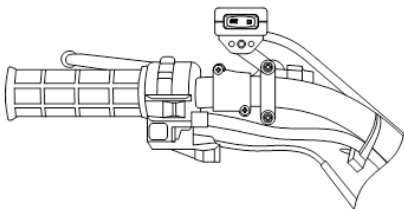

Рис.5: рулевое управление. Точное расположение может варьироваться в зависимости от модели лебедки
- рекомендуется устанавливать переключатель на левой ручке рулевого управления (рис.5).